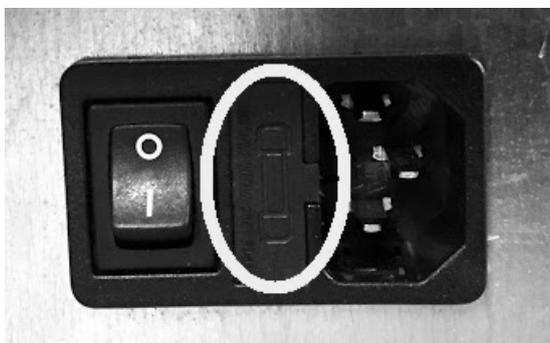

Fig. 56 - Abdeckklappe mit Sicherungen, die ausgewechselt werden müssen
- Für das Auswechseln der Sicherungen in der Steckdose, die sich hinten am Ofen befindet, mit einem Schlitzschraubendreher die Abdeckklappe anheben (siehe **Fig. 56**) und die zu wechselnden Sicherungen entnehmen.